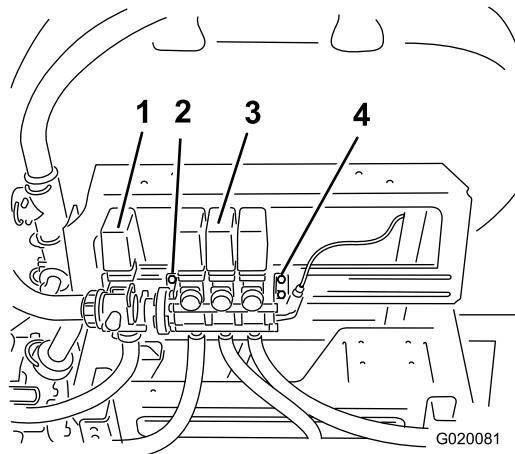

Figura 4
1. Allentate, senza rimuoverli, i bulloni che fissano il gruppo valvola della barra alla staffa di montaggio destra (Figura 4).
8. Inserite le aste filettate attraverso i fori dei corpi delle valvole di bypass della barra e, per le 2 staffe più vicine alla guida di montaggio, attraverso la staffa di montaggio sinistra (Figura 4 e Figura 6).